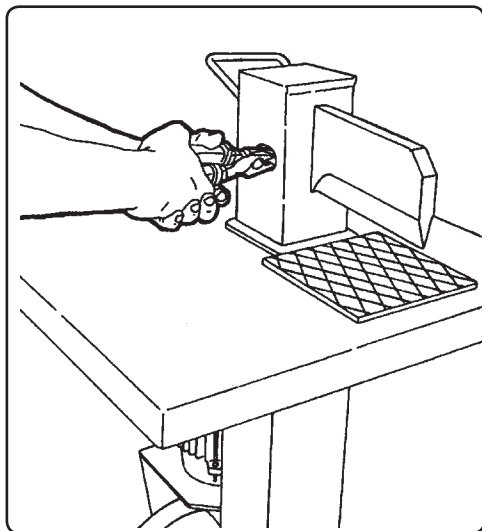

Fig. 8
- 2) Con l'ausilio di una pinza, ruotare di 90 gradi, in senso antiorario, lo spinotto posto all'interno del vano (Fig. 8) la lamella di fermo si troverà in posizione orizzontale, a questo punto si può procedere all'estrazione dello spinotto.